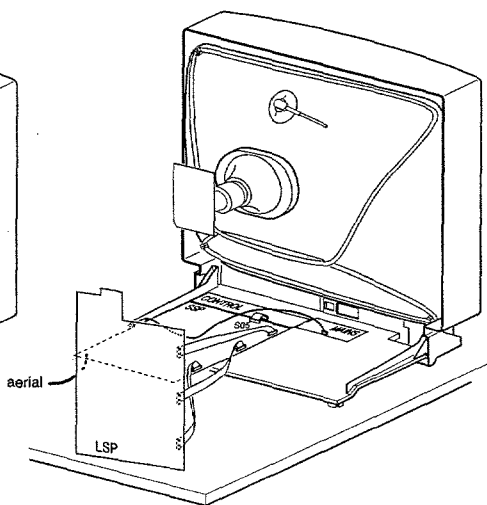

Fig. 2
- Placer le LSP ou le SSP sur son côté arrière (voir figures 2 et 3) et placer le SSP de façon que l'entrée d'antenne se trouve à l'extérieur de la table.
- Posizionare il LSP o SSP sulla parte anteriore (vedere fig. 2 e 3) e posizionare il SSP in modo che l'entrata dell'antenna non sia posta sul tavolo.